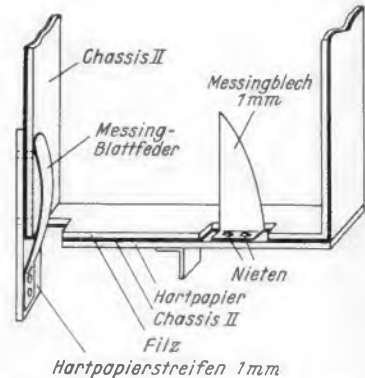

Bild 4. Kontaktstücke zum Durchschalten der Heizbatterie
7. Die Bedienung wird weiter vereinfacht, wenn die Heizbatterie-Attrappe vermieden wird. Stattdessen wird eine Kontaktnase isoliert auf Chassis II angebracht und zwar so, daß sich beim Einschleiben des Taschenempfängers die Heizbatterie-Klemmfeder auf diese Nase aufschiebt. Dies ist der positive Heizkreisanschluß. Der negative Anschluß wird durch eine einfache Messingblattfeder hergestellt, die auf der dem Nf-Übertrager zugewandten Seite des Chassis II isoliert befestigt wird, damit der „positive“ Anodenanschlußstecker nicht über die Befestigungsschrauben auf der Frontplatte mit dem negativen Chassis in Verbindung kommen kann. Bild 4 veranschaulicht den Einbau dieser Teile. Im Chassis nach Bild 4 (Heft 1/1953) ist allerdings noch ein Ausschnitt vorzusehen, damit die Nase in das Chassis des Taschenempfängers greifen kann und mit der Heizbatteriefeder Kontakt bekommt. Konrad Sauerbeck